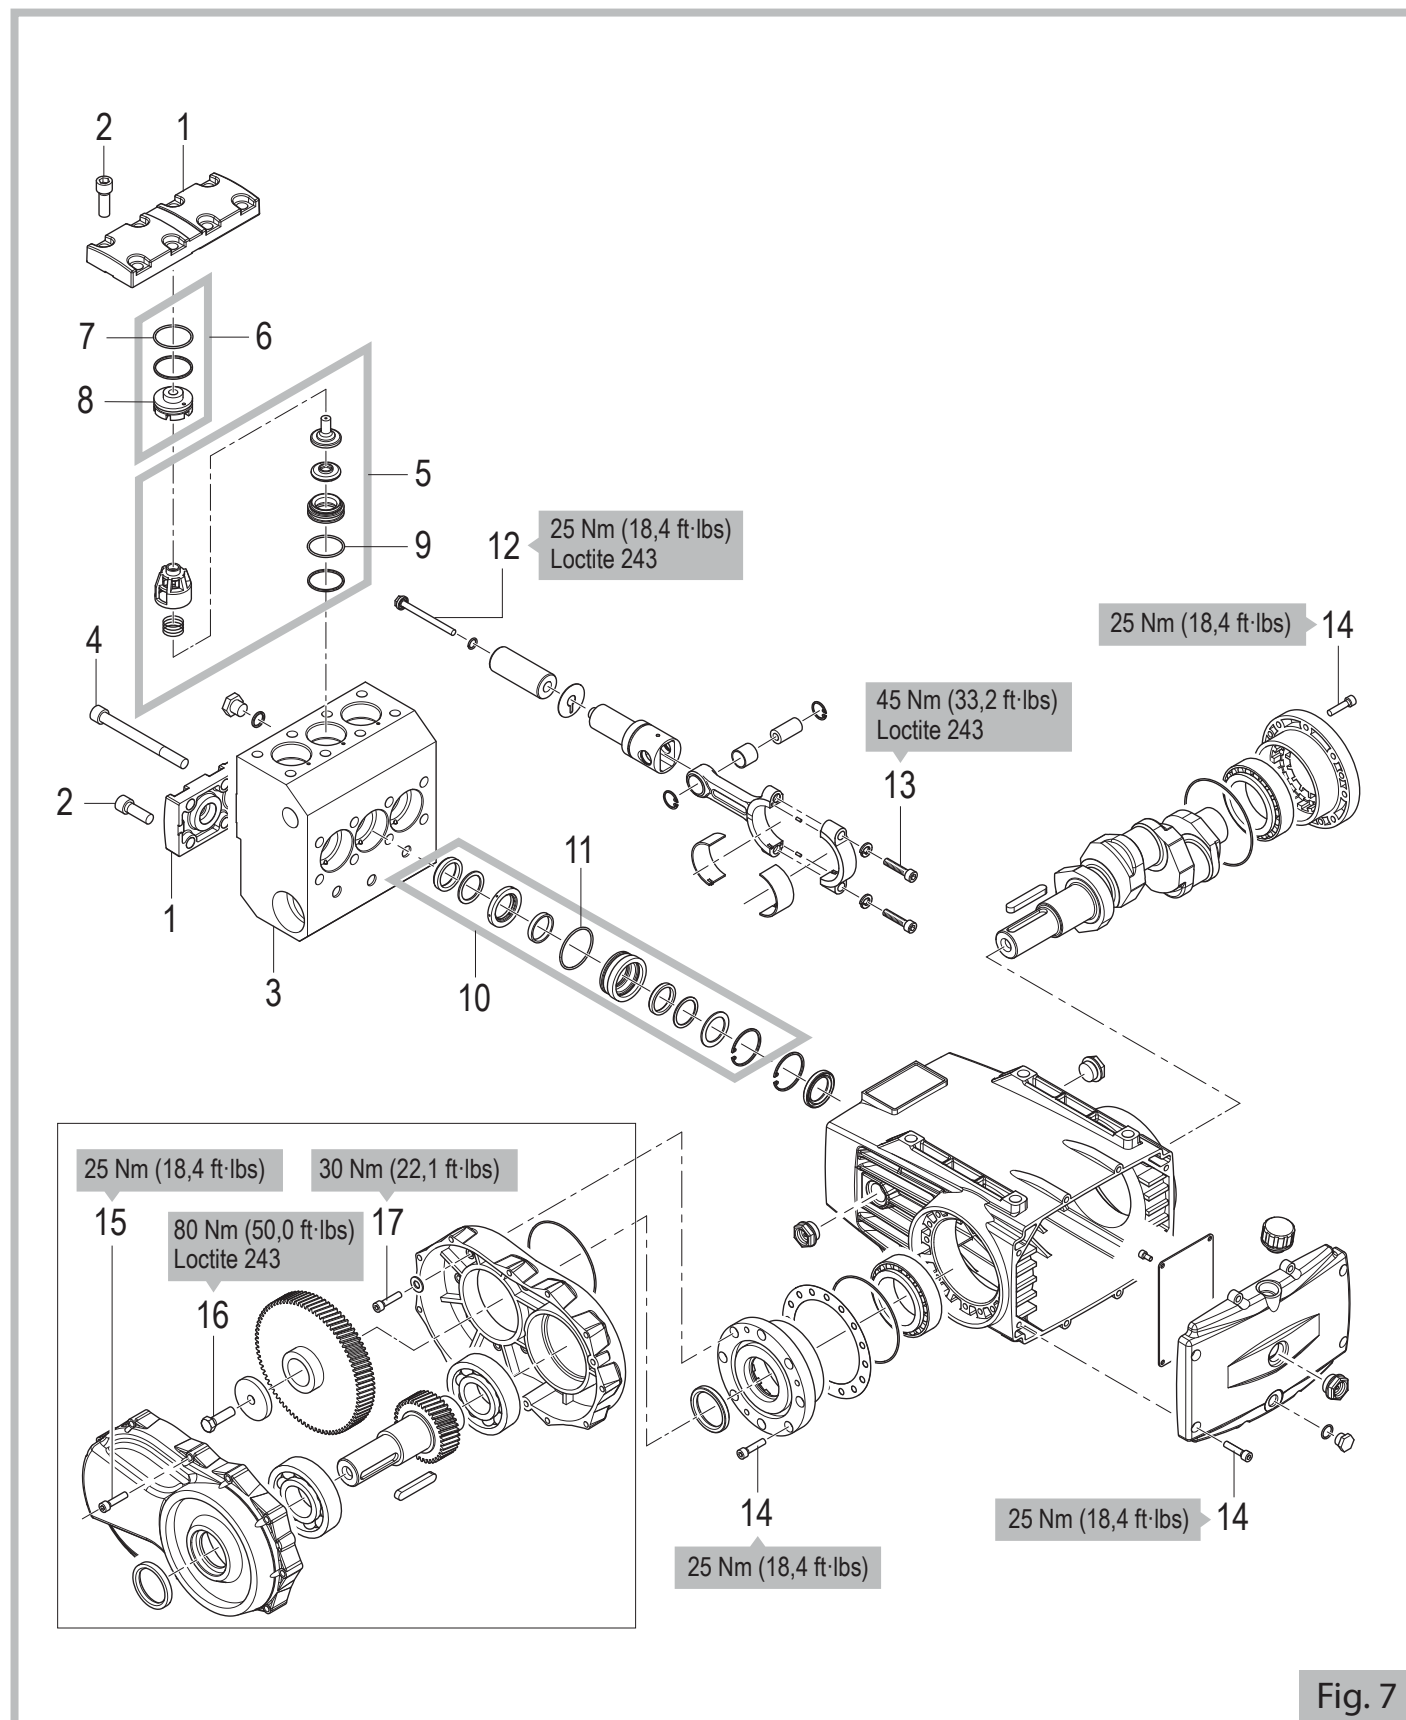

Fig. 7
En caso de oscilaciones anómalas de presión, inspeccionar las válvulas y sustituirlas, en caso de que resulten dañadas. Para la enumeración de los componentes, hacer referencia al dibujo de despiece de la Fig. 7.
Para la enumeración de los componentes, hacer referencia al dibujo de despiece de la Fig. 7.
(referencia dibujo de despiece Fig. 7 - pos. 2 y 4)